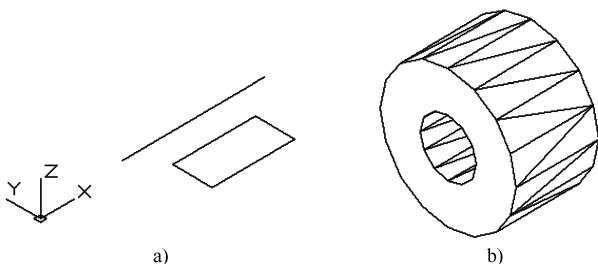

图 12-23 旋转体
- (1) 模式 (MO)：指定旋转对象是实体还是曲面。
- (2) 指定旋转轴的起点：通过两个点来定义旋转轴。AutoCAD 将按指定的角度和旋转轴旋转二维对象。
- (3) 对象 (O)：选择已经绘制好的直线或用“多段线”命令绘制的直线段作为旋转轴线。
- (4) X/Y 轴：将二维对象绕当前坐标系 (UCS) 的 X/Y 轴旋转。图 12-23 所示为矩形绕平行于 X 轴的轴线旋转的结果。